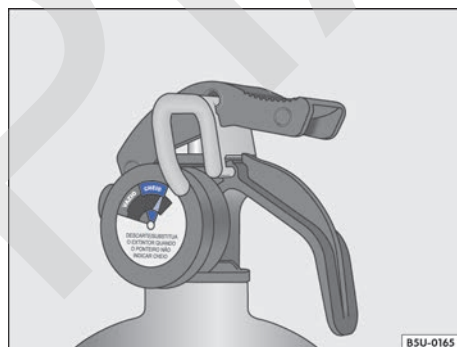

Fig. 151 En el extintor de incendio: indicador de carga (manómetro).
- Carga - el puntero debe estar en la franja verde del manómetro (cargada) → fig. 151.